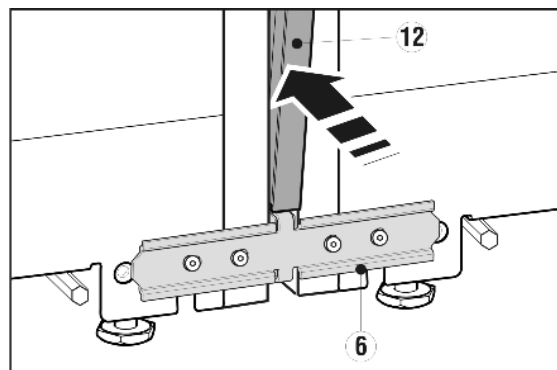

Fig. 15
Antes de colocarla, presione los dos listones de la tira tapajunta Fig. 15 (12) el uno contra el otro en toda su longitud. De esta forma resulta más fácil introducir la regleta en la ranura. Utilice un paño suave para aplicar presión en la regleta; de esta manera evitará la aparición de abolladuras en la superficie de la tira tapajunta. Introduzca la regleta en la ranura con cuidado y manteniéndola recta para lograr una unión óptima.
- En la parte delantera, presione la tira tapajunta Fig. 15 (12) larga hacia el interior de la ranura vertical. Procure que la regleta descansa sobre la escuadra de fijación Fig. 15 (6).